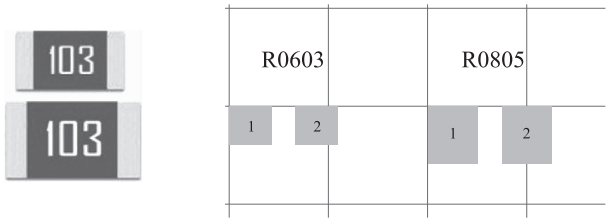

图 1-33 采用 CR1608 -0603、CR2012 -0805 封装安装指示图
(11) 如图 1-33 所示，将表面贴装电阻安装在表贴焊接线路板对应位置，对应封装名为 CR1608-0603、CR2012-0805，注意安装时焊盘间距选择。